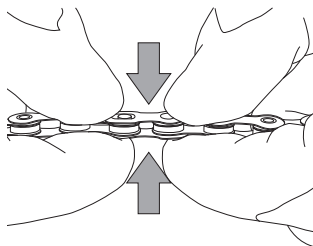

Fig.9
- Presione el C-Link™ para asegurarse de que los pasadores estén completamente introducidos (Fig. 9).